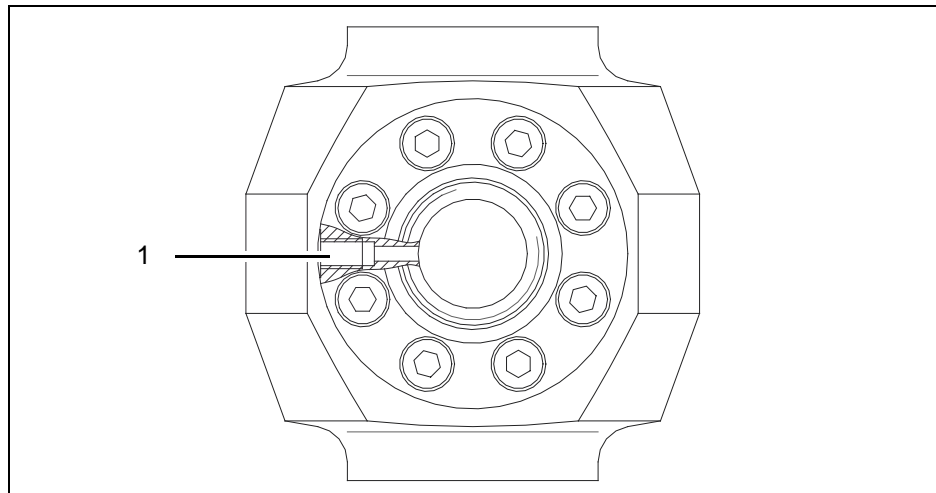

Fig. 20 Ubicación del orificio de purga
8. Tenga en cuenta la posición del orificio para el Airpurge (1 en fig. 20).